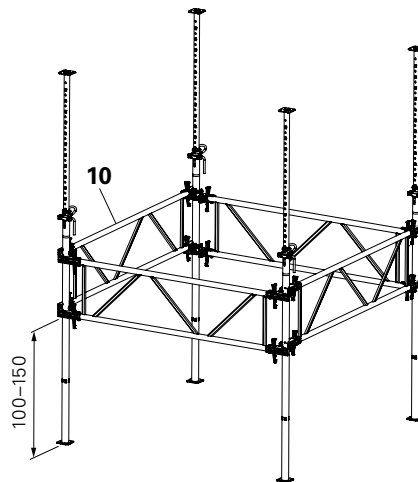

Fig. A1.06
2. Inserire il puntello preassemblato tra l'attacco e i morsetti. (Fig. A1.06)
3. Chiudere i morsetti e spingere verso il basso il cuneo. Ogni telaio è dotato di 4 attacchi con un cuneo ciascuno (sopra e sotto, sia a destra che a sinistra). (Fig. A1.06 + A1.06a)
5. Bloccare tutti i cunei con il martello (fino al rimbalzo). (Fig. A1.06 + A1.06a)